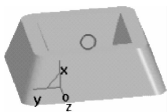

图 3-118 绘制烟槽用于拉伸除料的草图
(2)单击按钮,在立即菜单中选择“圆心_半径”方式,根据状态栏提示弹出“点工具”菜单,单击“中点”,拾取烟灰缸基本拉伸体上表面外侧边的中点作为圆心,按回车键,输入半径“5”,右击确认,完成操作,作图结果如图 3-118 所示。